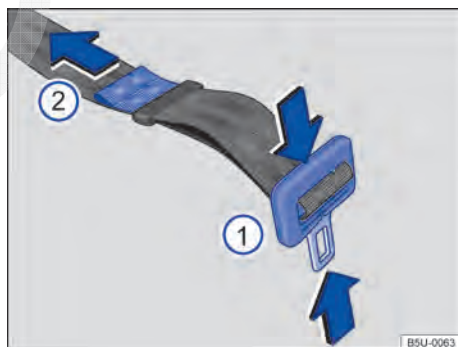

Fig. 13 Ajustar o cadarço do cinto de segurança subabdominal.
- Pressionar a lingueta na direção das setas → Fig. 13 ① e alongar totalmente o cinto de segurança.
- Apertar a lingueta contra o fecho do cinto de segurança e puxar a extremidade → Fig. 13 ② no sentido da seta, até atingir uma folga máxima de 5 cm (3 dedos) na região pélvica.